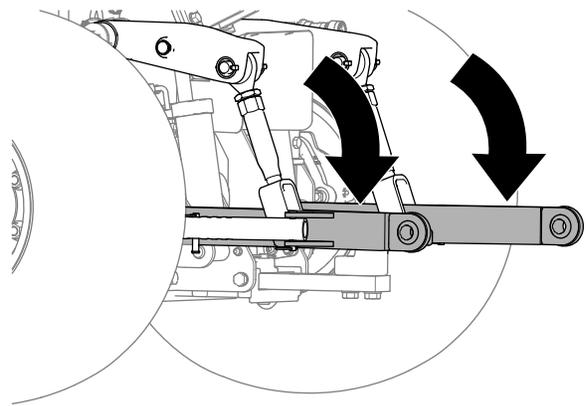

Bild 14
1. Senken Sie die Unterlenkerarme der Zugmaschine ab (Bild 14).